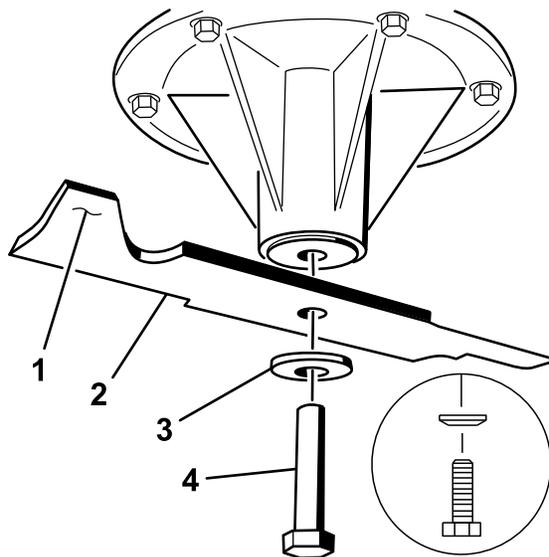

Рисунок 73
2. Установите нож на шпindel (Рисунок 73).
3. Установите изогнутую шайбу и болт ножа (Рисунок 73).
Примечание: Изогнутую шайбу необходимо установить так, чтобы ее конусная часть была обращена к головке болта (Рисунок 73).